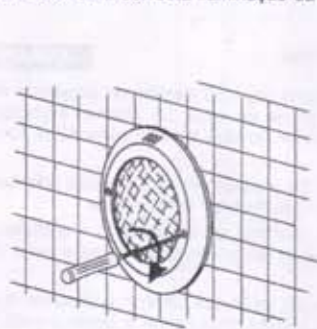

Fig. 13
2.7 To ensure the light is held securely in the niche, use 2 of the screws provided to hold the light firmly in place. (Fig. 13).
2.7 Afin d'assurer complètement la fixation du projecteur dans sa niche, monter les deux vis du kit de fixation sur la face avant du projecteur. (Fig. 13).
2.7 Para asegurar completamente la fijación del foco en el nicho, proceder a rosar los dos tornillos del kit de fijación del proyector, para que éste haga tope en las paredes del nicho y quede completamente fijado. (Fig. 13).
2.7 Per eseguire correttamente il fissaggio del corpo faro alla nicchia, procedere avvitando le due viti in dotazione al kit di fissaggio del faro fino a che il corpo faro stesso non aderisca perfettamente alla parete della nicchia e ne risulti saldamente fissato. (Fig. 13).
2.7 Um die Befestigung des Scheinwerferensatzes im Scheinwerfertopf sicherzustellen, müssen die zwei Schrauben des Befestigungsmechanismus bis zur Wand des Scheinwerfertopfes festgeschraubt werden, wodurch der Scheinwerferensatz vollständig befestigt ist. (Fig. 13).
2.7 Para assegurar completamente a fixação do projector no nicho, rosar os parafusos de fixação do projector para que este faça «todo» nas paredes do nicho e fique completamente fixado. (Fig. 13).